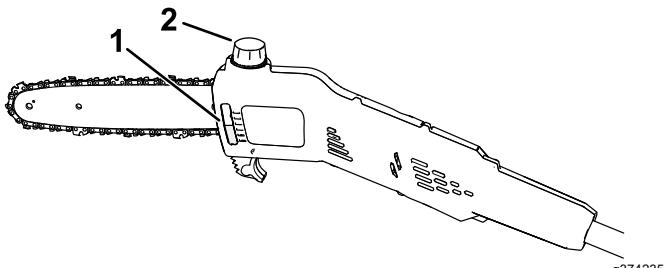

Figure 16
- Vérifiez le niveau d'huile par le regard. Si l'huile ne recouvre pas le regard, faites l'appoint d'huile pour guide-chaîne et chaîne selon les besoins (Figure 16).
4. Nettoyez la surface autour du bouchon d'huile (Figure 16).
5. Retirez le bouchon et versez de l'huile pour guide-chaîne et chaîne dans l'élagueuse sur perche jusqu'à ce que le réservoir soit plein (Figure 16).